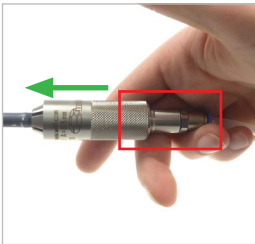

Abbildung 9
- Halten Sie den Adapter am Unterteil (Pos. 2) und an der Betriebsmedienzuleitung mit einer Hand fest (siehe rot umrandeter Bereich) und drücken Sie gegen den Prüfling (grüner Pfeil, *Abbildung 9*). Ziehen Sie anschließend die Schiebehülse (Pos. 1) nach hinten.